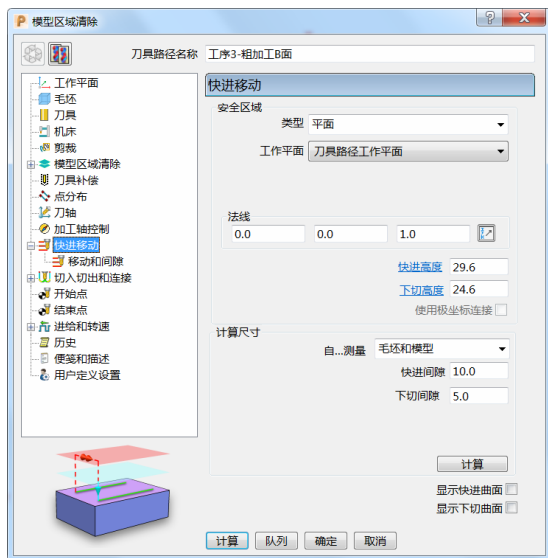

图 6-19
7) 快进移动: 安全区域类型选择“平面”, 工作平面选择“刀具路径工作平面”, 法线设定为(0.0, 0.0, 1.0), 设定快进间隙“10.0”, 下切间隙“5.0”, 然后单击“计算”按钮。(图 6-19)